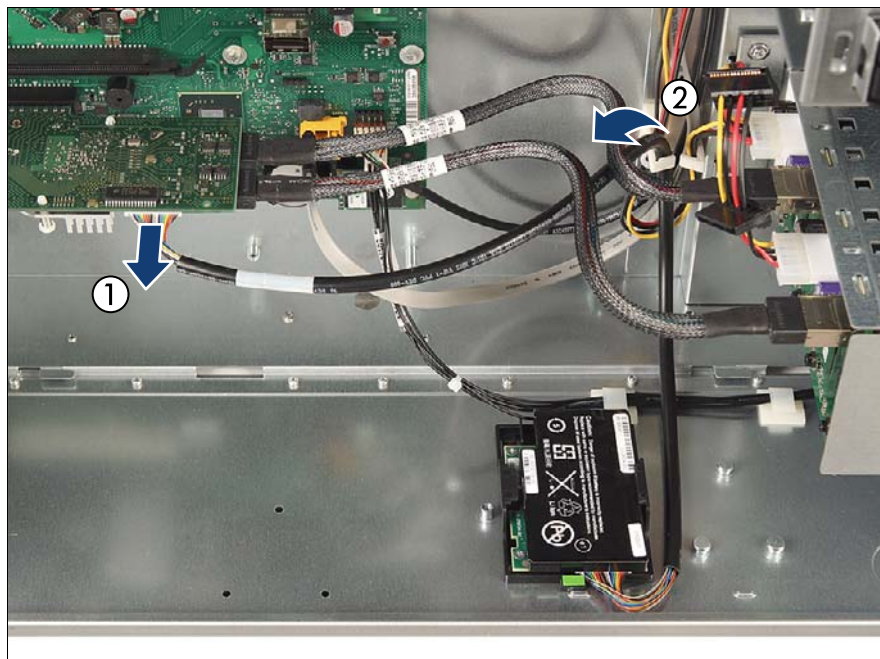

図 135: BBU ケーブルの取り外し
- ▶ FBU アダプタケーブルを取り外します（図 135 を参照）。